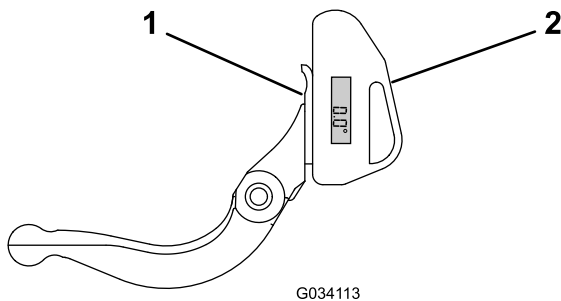

図 25
- 図 25 に示すように、ベッドナイフの裏面に傾斜計を置く。